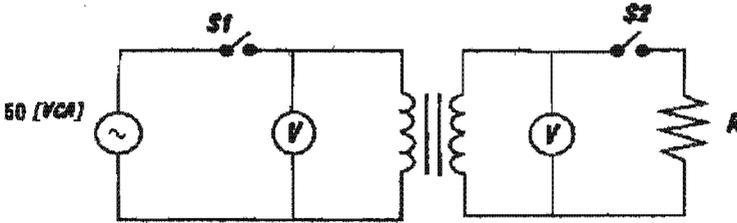

Figura 3.29
- a) Arme el circuito mostrado en la figura 3.29 empleando las bobinas iguales de 600 espiras
j) Reemplazar en el circuito primario de la figura 3.29, la bobina de 600 espiras por una de 1200 espiras.